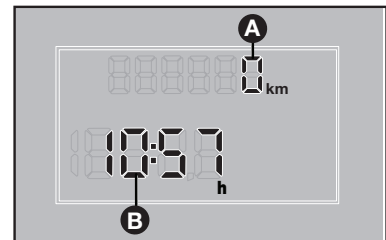

fig. 42
- Hodômetro total (**A-fig. 42**).
- Relógio (**B-fig. 42**).